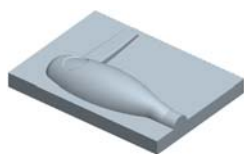

图 8.25 着色后的下半部分体积块
Step5. 系统弹出“属性”对话框，同时模型中的体积块的下半部分变亮，在该对话框中单击  按钮，着色后的体积块如图 8.25 所示。然后在对话框中输入名称 lower_vol，单击  按钮。